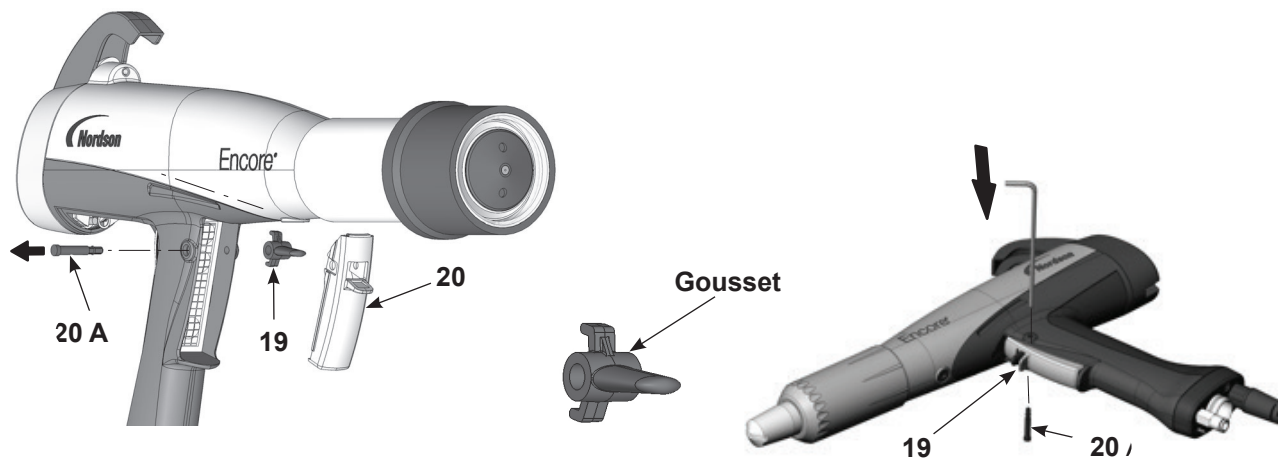

Figure 6-7 Dépose de la goupille et de la gâchette de la poignée
3. Voir la Figure 6-7. Placer le pistolet de pulvérisation sur une surface stable de telle sorte que l'extrémité à petit diamètre de la goupille de la gâchette (20A) soit orientée vers le haut.
5. Retirer la gâchette de pulvérisation (20), l'actionneur (21, non illustré) et la gâchette de purge (19) de la poignée.